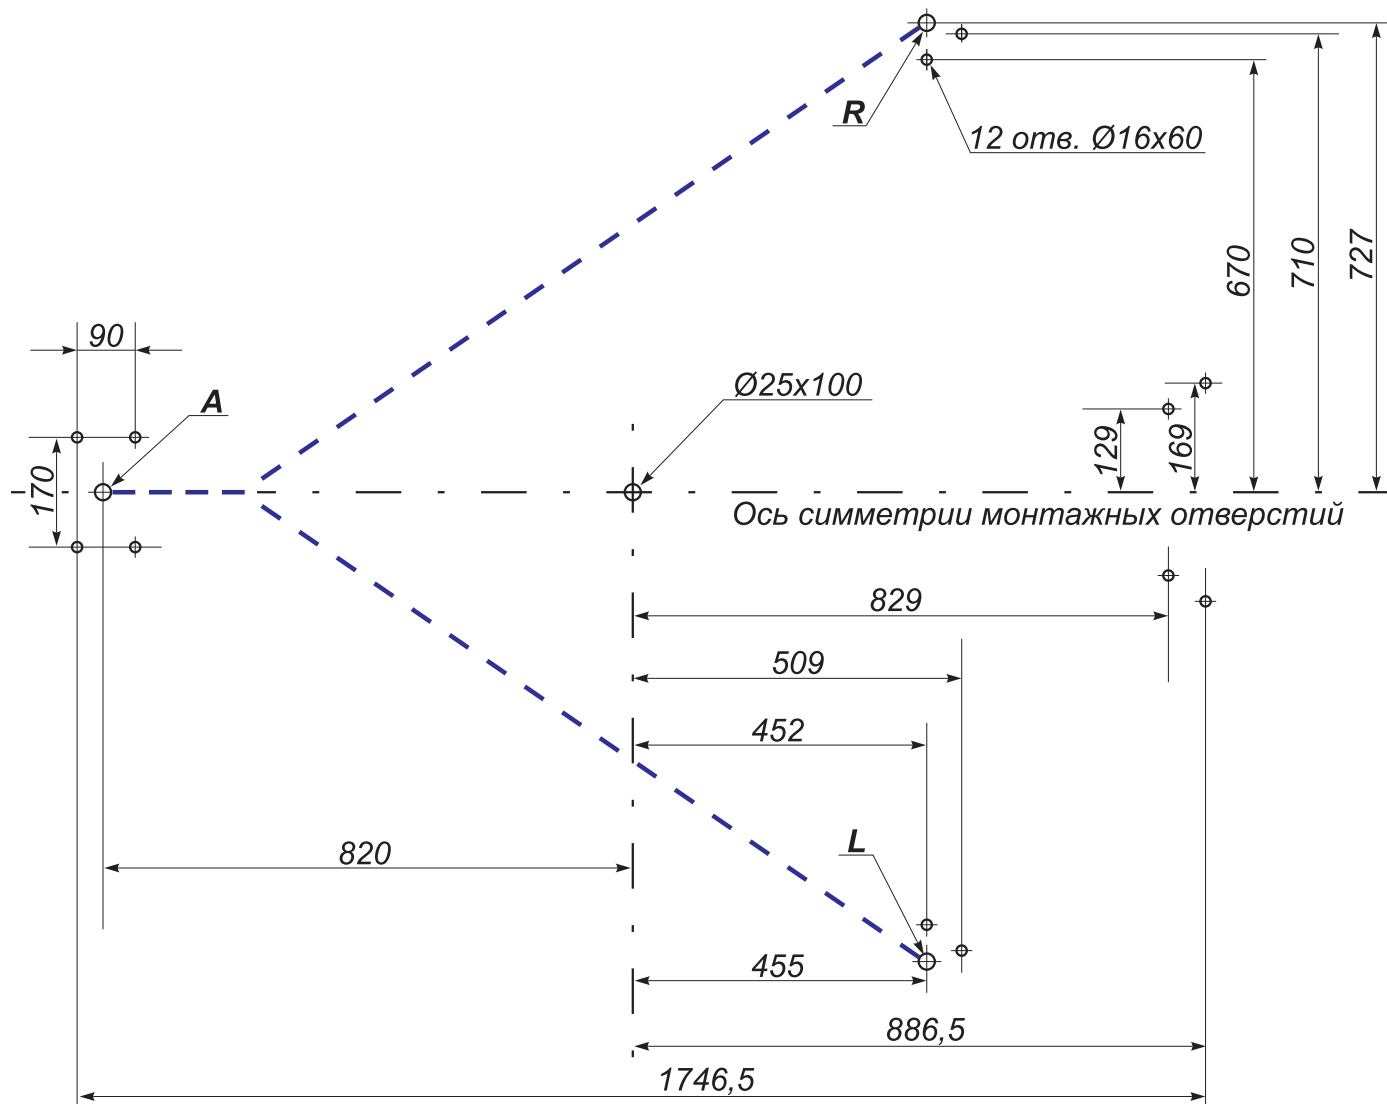

Рисунок 8 – Схема разметки для установки турникета:
8.2.6 Установите левую секцию формирователя прохода (6) таким образом, чтобы опорная стойка секции с блоком индикации (9) располагалась над зоной *L* (рисунок 8). Совместите четыре отверстия во фланцах (8) секции с отверстиями в установочной поверхности. Закрепите секцию с помощью анкерных болтов, при этом усилие затяжки болтов должно быть предварительным, обеспечивающим возможность регулировки отклонения секции от вертикали. Подведите кабель индикации (10) и кабель считывателя (23)\* по кабельному каналу к зоне *A*.
8.2.7 Установите и закрепите правую секцию формирователя прохода (7) таким образом, чтобы опорная стойка секции с блоком индикации располагалась над зоной *R* (рисунок 8). Подведите кабель индикации (11) и кабель считывателя (24)\* по кабельному каналу к зоне *A*.
8.2.10 Установите преграждающую стойку фланцем (4) на зону А, а нижний узел вращения (5) — на отверстие с анкером  $\varnothing 25$  мм (рисунок 8). Совместите четыре отверстия во фланце и одно отверстие в центре нижнего узла вращения с отверстиями в установочной поверхности. Закрепите преграждающую стойку с помощью анкерных болтов, при этом усилие затяжки болтов должно быть предварительным, обеспечивающим возможность регулировки её отклонения от вертикали.
8.2.22 Установите собранный ротор (1) (п. 8.2.18) с небольшим наклоном нижним концом в нижний узел вращения (5) в исходное положение, соответствующее выбранному варианту перекрытия створками зоны прохода в исходном состоянии турникета (А или Б, см. п. 5.2.12).
Для обеспечения возможности работы турникета в **бесшлюзовых режимах (вариант А исходного состояния турникета)** перекройте зону прохода **одной** створкой, расположив её параллельно оси симметрии монтажных отверстий (рис. 8) в направлении к стыку секций (6) и (7) формователя прохода (рис. 1 и 12, а).